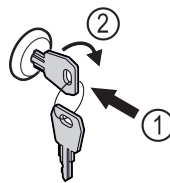

Fig. 178
- 按入钥匙。 Fig. 178 (1)
- 将钥匙顺时针转动 90° 。 Fig. 178 (2)